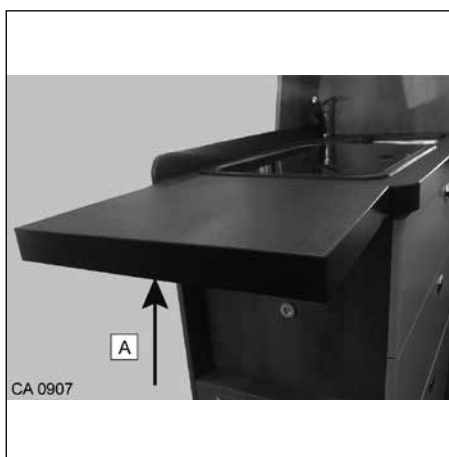

Fig. 35 Förlängning av arbetskivan
- Tryck in listen (Fig. 35, pos. A). Sväng förlängningen nedåt.